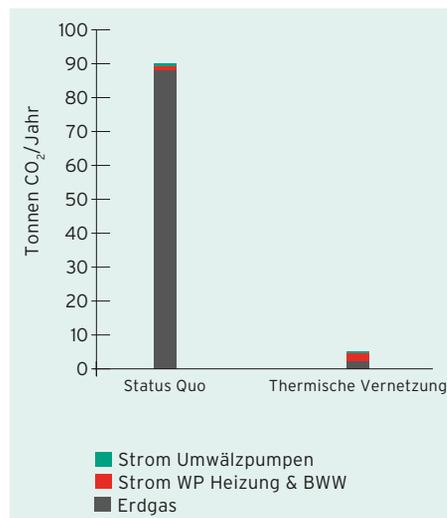

Abb. 2: Der CO₂-Rucksack der Endenergie des Areals sinkt dramatisch.
6. CO₂-Rucksack des Areals sinkt um 90 % (Abb. 2)